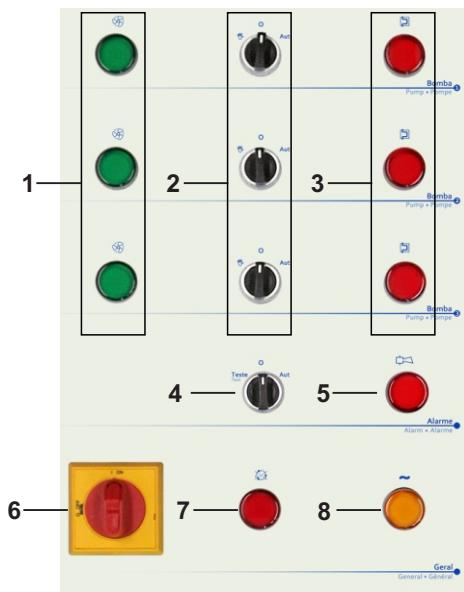

Fig.2
- 6 - Proceda ao arranque da primeira bomba, posicionando durante alguns instantes o botão de operação manual (Fig.2 - nº2).
- 10 - Prepare o sistema de pressurização para operação automática, posicionando os botões de operação para a posição automática (Fig.2 - nº2).